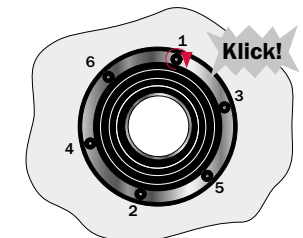

Bild 5
3. **KRASO® Dichteinsatz** an den Drehmomentkontrollmuttern **KRASO® DKM** schrittweise, mit jeweils 1 - 2 Umdrehungen, über Kreuz anziehen (Bild 5). Das richtige Drehmoment ist durch die Drehmomentkontrollmuttern **KRASO® DKM** vorgegeben und erreicht, wenn der erste Widerstand hör- und spürbar überschritten ist.